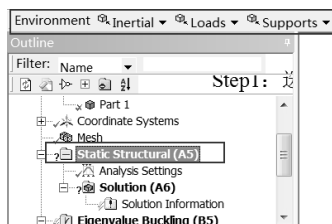

图 17-88 工具栏
Step12 : 如图 17-88 所示，选择 Static Structural (C5) 选项，在工具栏中出现了 Environment 工具栏。